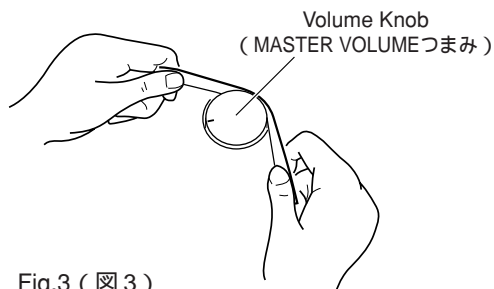

Fig.3 (図3)
- 3-3 Remove the master volume knob. (Fig.3)
- 3-3 MASTER VOLUMEつまみを外します。(図3)